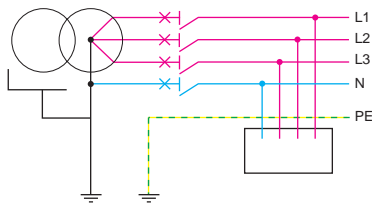

figure 7
- C'est le cas typique de la distribution publique en France (figure 7).